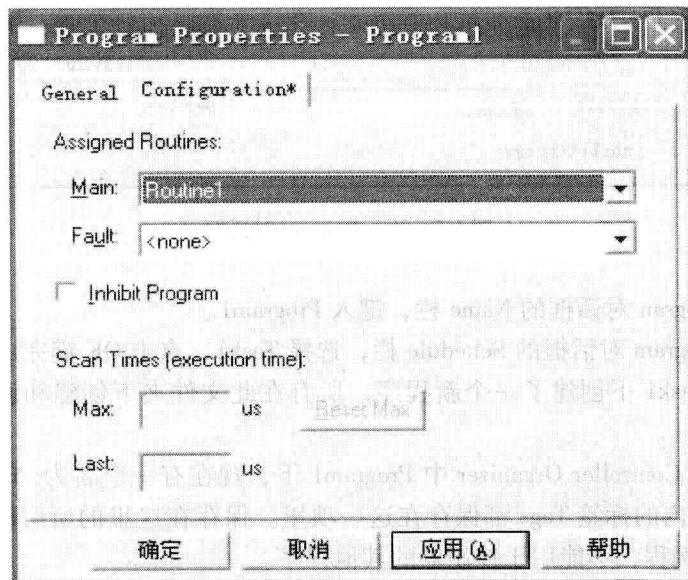

图 1-7 Program Properties 对话框
- 5) 在 Controller Organizer 中, 用鼠标右键点击 Program1 图标, 在弹出的选项框中选择 Properties, 将出现 Program Properties 对话框, 如图 1-7 所示。